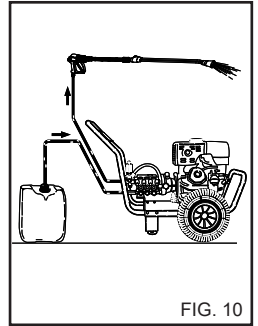

FIG. 10
1) Nach einem Waschvorgang mit Reinigungsmittel den Absaugzyklus nachspülen; das Absaugrohr (Fig.10) in einen Kanister mit sauberem Wasser stecken und die Pumpe bei völlig geöffnetem Dosierhahn und bei Lanze in Reinigungsmittel-Abgabeposition eine Minute lang laufen lassen.
4) Nach einem Waschvorgang mit Reinigungsmittel den Absaugzyklus nachspülen; das Absaugrohr (Fig.10) in einen Kanister mit sauberem Wasser stecken und die Pumpe bei völlig geöffnetem Dosierungshahn und bei Lanze in Reinigungsmittel-Abgabeposition eine Minute lang laufen lassen.